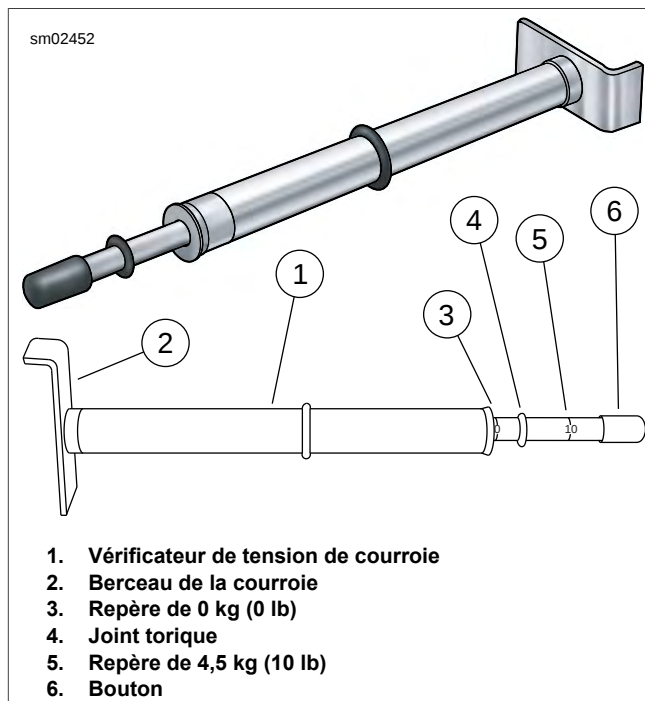
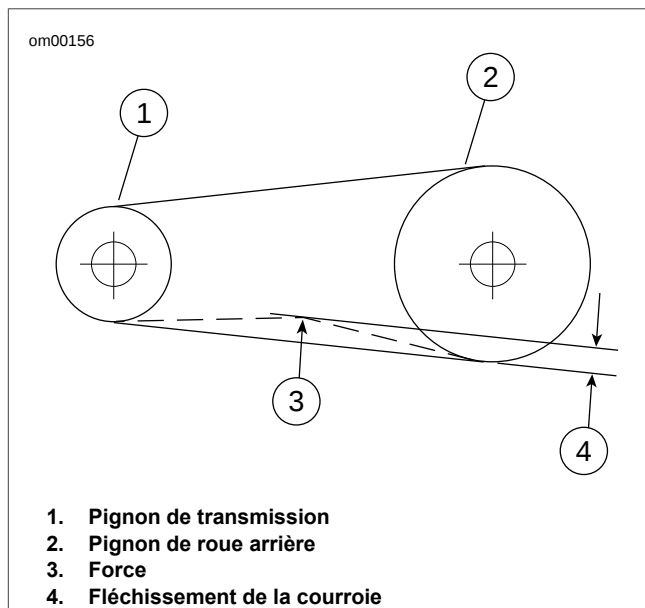
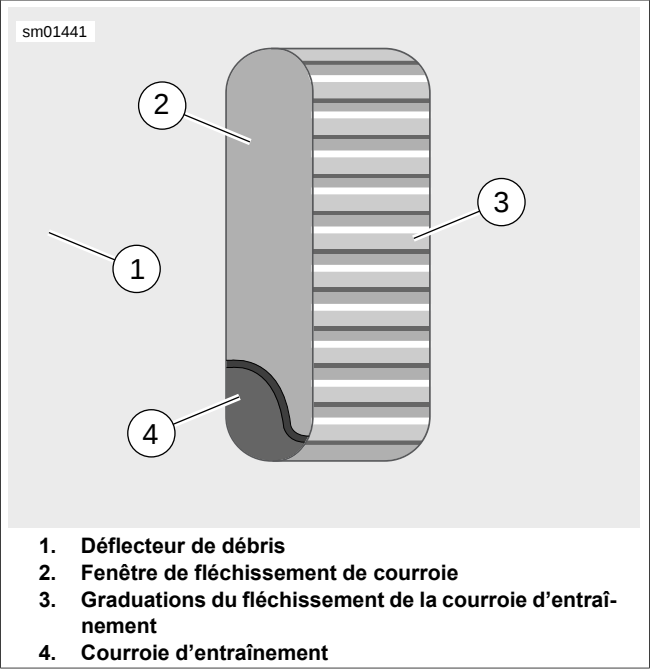

Figure 1-27. Vérificateur de tension de courroie
Figure 1-28. Vérifier le fléchissement de la courroie
Figure 1-29. Fenêtre de fléchissement de la courroie
1. Voir Figure 1-27. Obtenir un VÉRIFICATEUR DE TENSION DE COURROIE H-D (n° de pièce HD-35381-B).
- a. Faire glisser le joint torique (4) vers le repère de 0 kg (0 lb) (3).
- b. Ajuster le berceau de la courroie (élément (2) dans Figure 1-27) contre le fond de la courroie d'entraînement à mi-chemin entre les poulies d'entraînement (élément (3) dans Figure 1-28).
- c. Pousser vers le haut le bouton (6) jusqu'à ce que le joint torique s'abaisse vers le repère de 4,5 kg (10 lb) (5).
3. Voir Figure 1-29. Mesurer le fléchissement de la courroie tel qu'il apparaît dans la fenêtre de fléchissement de la courroie (2) tout en maintenant fixe le vérificateur. Les graduations du fléchissement (3) sont à des intervalles de 3,2 mm (1/8 po).